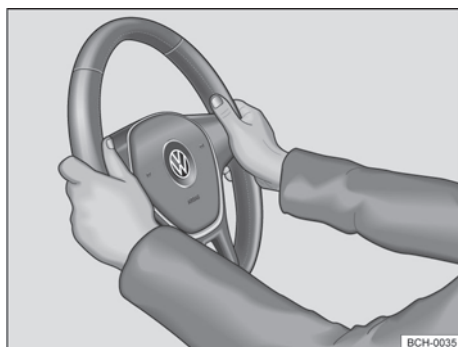

Fig. 61 En el volante: posición 9 y 3 horas.
- Ajustar la posición del volante de forma que pueda sostenerlo lateralmente por el borde exterior en las posiciones equivalentes a las 9h y a las 3h → fig. 61 con ambas manos y los brazos ligeramente doblados.
- Empujar la palanca ① siempre por la empuñadura con seguridad hacia arriba tras el ajuste, para bloquear la ubicación del volante.
- Mientras conduce, siempre sostenga el volante con ambas manos lateralmente en el borde exterior en las posiciones de 9h y 3h → fig. 61 para reducir las lesiones causadas por el despliegue del airbag frontal del conductor.